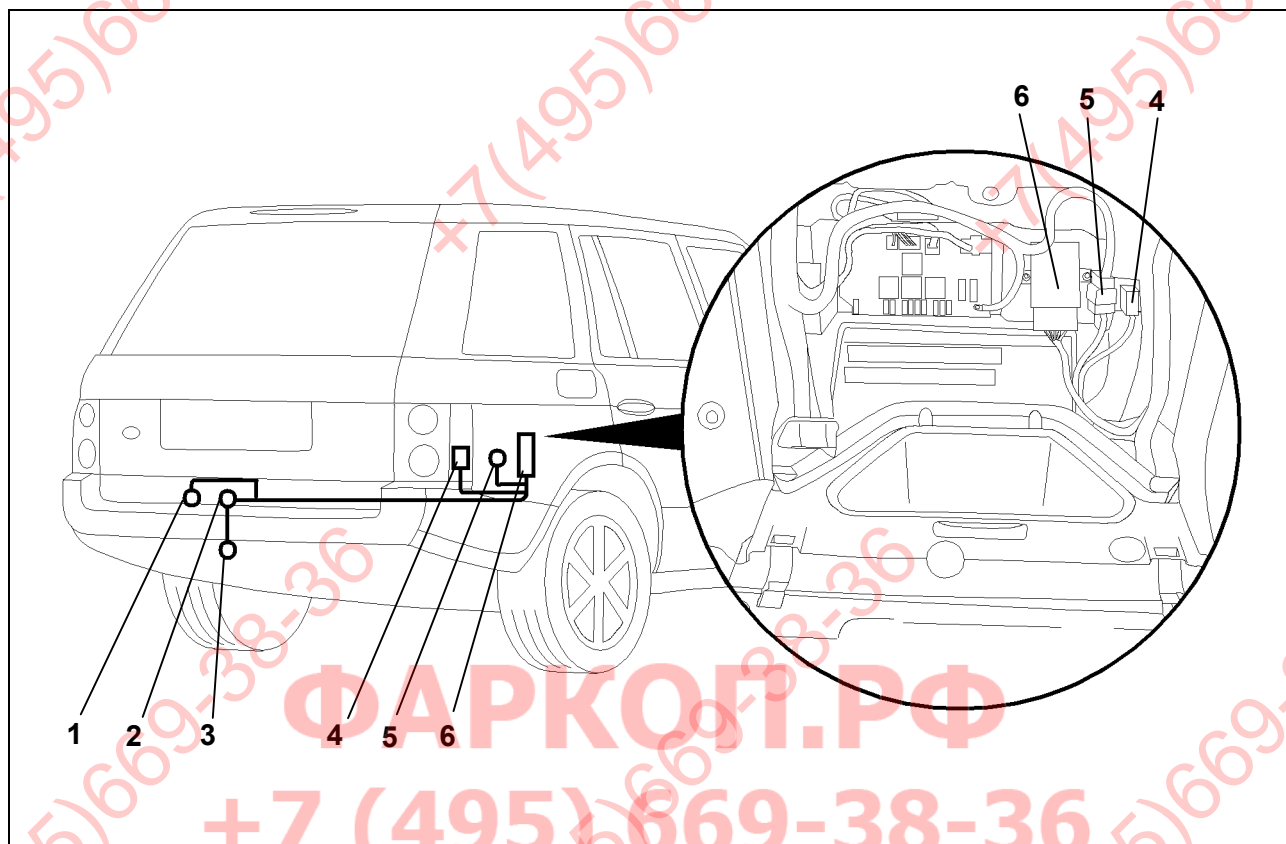

Fig. 1. : Aperçu du montage
4. Faire passer l'extrémité du fil avec la fiche à 12 et 15 pôles depuis l'extérieur par le passage de câble (Fig. 1/2). Placer l'autre extrémité sur la tôle de retenue de la prise (Fig. 1/3).
5. Insérer le passe-fil en caoutchouc dans le passage du câble (Fig. 1/2).
6. Fixer fermement le fil de masse sur la connexion de masse prévue sur la plaque de serrage arrière (Fig. 1/1).
8. Fixer la prise sur la plaque de retenue (Fig. 1/3) avec les vis et écrous fournis.
9. Mettre la fiche noire 15 pôles sur le module de commande du dispositif d'attelage et le fixer sur le support du dispositif avec une bande velcro (Fig. 1/6).
11. Visser le socle du relais (Fig. 1/4) sur la droite près du module de commande du dispositif d'attelage sur le support du dispositif.